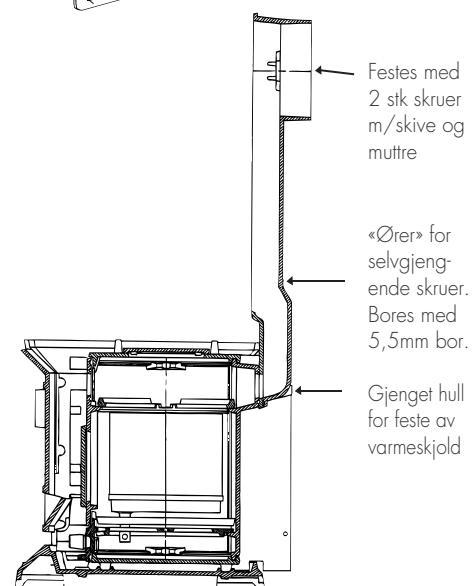

Fig. 3. Røykkanal fra brennerseksjon til peisovn.
- I røykkanalen er det «ører» for feste til peisovnen med selvgjengende skruer, og skiver. Det må bores 5,5 mm hull i peisovnen (se fig. 3). Dette gjøres etter at røykkanalen er satt på plass. Husk plass for underlagsskivene.
- Varmeskjoldet bak brennkammeret festes med mutterskrue til oppgjenget hull i røykkanalen (se fig. 3). På siden festes det med 2 stk selvgjengende skruer til skjermplatene på siden av brennkammeret.